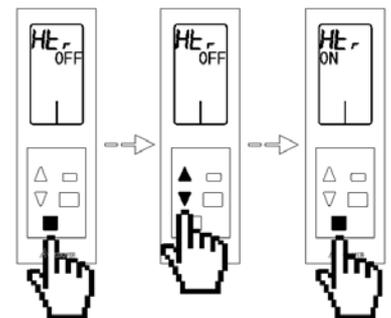

Fig. 121
- Etapa de calor radiante $H_{E,r}$:** Sólo disponible en caso de tener etapas de Aire y Radiante habilitadas en la zona. Este parámetro permite habilitar **ON**, o deshabilitar **OFF**, el calor por elemento radiante r de la zona. Para su configuración, realice una pulsación sobre el botón de confirmación , el valor del menú se pondrá a parpadear, esto indica que estamos dentro del menú. Utilice las flechas Δ ∇ para seleccionar la opción deseada y pulse el botón de confirmación . Si desea salir del menú pulse el botón salir para volver al menú anterior. (Fig. 121)